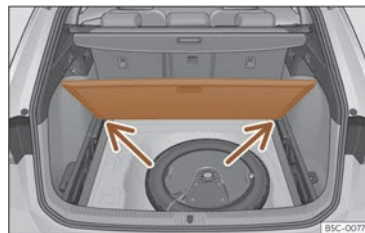

Fig. 188 Plancher modulable du coffre à bagages : position inclinée.
- Appuyez le plancher contre les logements prévus à cet effet >>> fig. 188 (flèches).